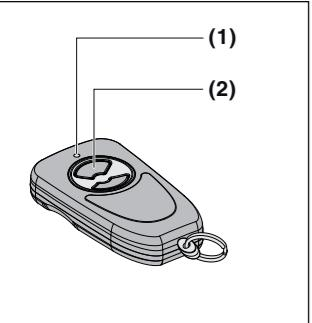
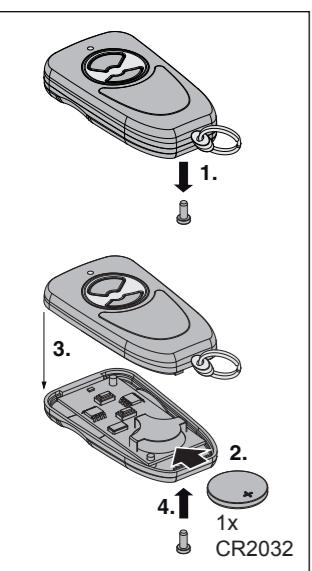

Fig. 1
Fig. 2
**2 Gerätebeschreibung (Fig. 1)**
- (1) LED (rot): leuchtet bei gedrückter Taste
- (2) Tasten: zur Steuerung von 2 Kanälen
**3 Vor dem Betrieb****3.1 Batterie wechseln / einlegen (Fig. 2)**
- Eine der Tasten (2) drücken.
- LED (1) leuchtet: Handsender funktioniert korrekt
- LED (1) aus: Batterie austauschen
**2 Description de l'appareil (fig. 1)**
- (1) LED (rouge): s'allume lorsque la touche est enfoncee
- (2) Touches : pour la commande de 2 canaux
**3 Avant la mise en service****3.1 Introduction / Changement de la pile (fig. 2)**
- Appuyez sur l'une des touches (2).
- La LED (1) s'allume : l'émetteur fonctionne correctement
- LED (1) éteinte : la pile doit être remplacée
**4.2 Utilisation de l'émetteur (fig. 1)**
- Appuyez sur la touche (2) de l'émetteur. La fonction liée à cette touche (par exemple ouverture/fermeture de la porte) s'exécute.
**2 Beschrijving van het toestel (fig. 1)**
- (1) LED (rood): licht op wanneer de toets wordt ingedrukt
- (2) Toetsen: voor de besturing van 2 kanalen
**3 Vóór gebruik****3.1 Batterij vervangen / plaatsen (fig. 2)**
- Op één van de toetsen (2) drukken.
- LED (1) licht op: de handzender werkt correct
- LED (1) uit: vervang de batterij
**4.2 De handzender gebruiken (fig. 1)**
- Druk de toets (2) op die handzender in. De aan de toets gekoppelde functie (bijv. deur open/dicht) wordt uitgevoerd.